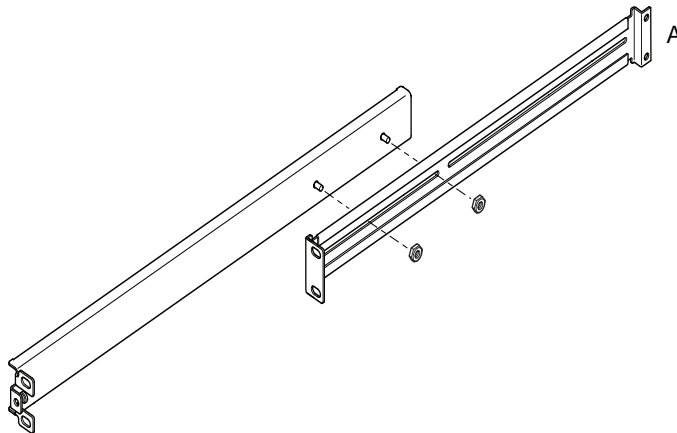

ABBILDUNG 3-2 Gleittrager fur 72"-Erweiterungsrack von Sun
Beim 1829 mm (72 Zoll) hohen und 483 mm (19 Zoll) breiten Sun StorEdge-Rack muss sich das Ende mit dem Doppelwinkel (A) hinten befinden (siehe ABBILDUNG 3-2).